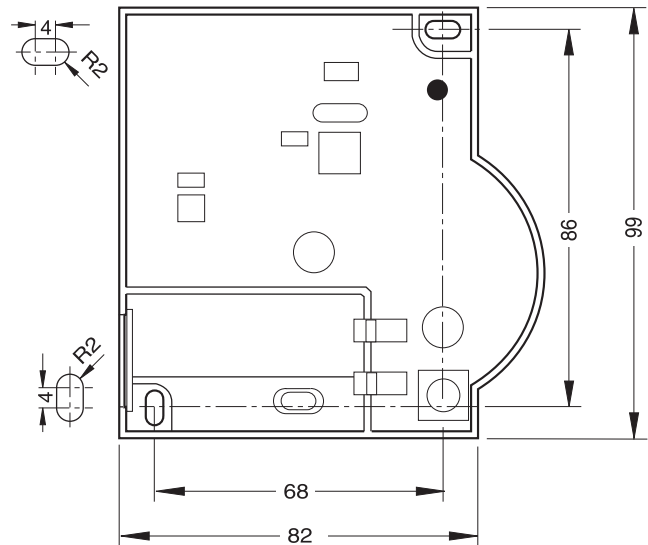

Figura 3: Schema di perforazione (indicazioni in mm)
- Segnare i fori di perforazione secondo il relativo schema (vedere Figura 3).